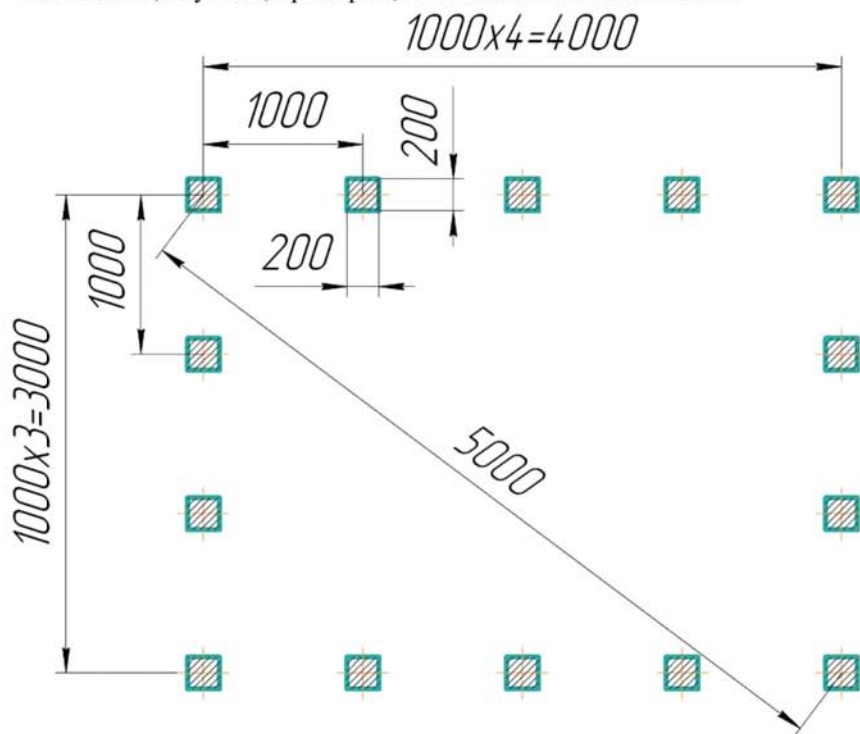

Рисунок 4
6. Установите собранную дугу с удлинителями в подготовленные углубления по схеме разметки для теплицы **Рисунок 4**.